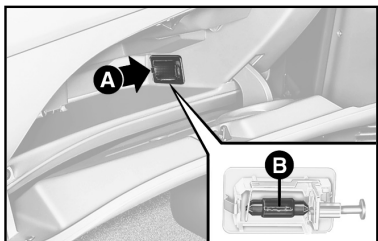

fig. 44
- 1) Retirar a lente utilizando uma chave de fenda na lingüeta **A-fig. 44**.